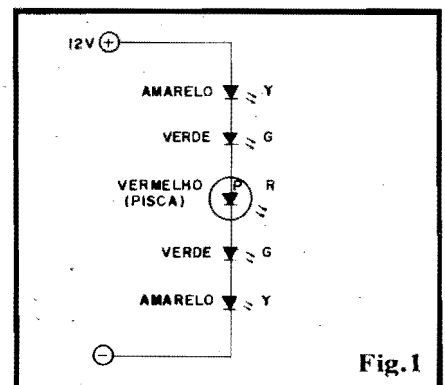
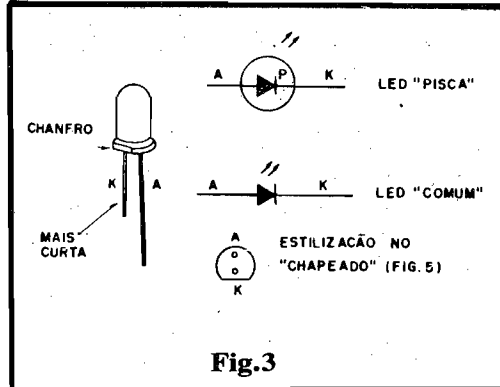

Fig. 1
Fig. 3
- FIG. 1 - O DIAGRAMA ESQUEMÁTICO DO CIRCUITO - Pouca coisa mais do que... NADA! É isso mesmo...! Conforme o Leitor Hobbyista vê da fig. 1, "aparentemente" o circuito do BARRA-PISCA tem apenas os LEDs, em número de 5, "enfileirados" numa ligação convencional "em série"... Nenhum resistor, nenhum capacitor, nenhum transistor ou Integrado! Os que já lidaram com LEDs (e conhecem seus parâmetros e características) não terão muita dificuldade em perceber a razão do "acendimento" dos ditos Diodos Emissores de Luz, dispostos na forma mostrada... Entretanto, qual o motivo da "piscagem"...? Para entender o que acontece, vamos inicialmente referenciar bem os componentes mostrados no esquema: os dois LEDs "de cima", e os dois "de baixo", na "pilha", são comuns... As letras Y-G-R codificam (das iniciais em inglês...) os componentes pelas suas cores, respectivamente Amarelo (yellow), Verde (green) e Vermelho (Red). O LED "do meio", contudo, é um componente um pouco diferente (o que dá prá notar do seu próprio símbolo, circundado por uma linha, e contendo internamente a letra "P", de "pisca"...). Vejamos os detalhes, a seguir...
"chave eletrônica" e o Oscilador de comando no mesmo encapsulamento onde, tradicionalmente, "cabia" um LED comum! Dessa maneira, "por fora", o componente nada difere dos seus companheiros "que não piscam"! Voltando agora, à fig. 1, vemos que todos os 5 LEDs (um "pisca" e quatro "comuns"...) encontram-se "enfilerados" ou "empilhados"... Dessa maneira, a "chave eletrônica" interna do LED "pisca" (o do centro, na "fila") pode comandar, simultaneamente, todo o conjunto, simplesmente permitindo e inibindo, periodicamente, a passagem geral da Corrente responsável pelo "acendimento" dos LEDs... A ausência de qualquer resistor limitador se explica também facilmente: cada um dos LEDs "comuns" determina uma queda de potencial (ou de "voltagem") em torno de 1,8 a 2,0 volts; já o LED "pisca" (pela presença da circuitagem interna de comando...) estabelece um diferencial de Tensão em torno de 4,5V... A totalização das "necessidades de Voltagem" da "fila", portanto, resulta em valor muito próximo dos 12V indicados, com o que simplesmente **nenhum** valor resistivo precisa ser adicionado à "fila"! Em outras palavras: o LED "pisca" mais os 4 LEDs "comuns", precisam quase que exatamente de 12V para que neles se estabeleça a Corrente capaz de fazê-los "acender" (sem exageros que possam "queimá-los"...)! Agora, é bom não esquecer do seguinte: essa é uma condição confortável e econômica, mas
FIG. 3 - IDENTIFICANDO TERMINAIS DO LED "PISCA" E DO LED "COMUM" - Uma das razões de recomendarmos o uso de LED "pisca" **vermelho**, e de LEDs "comuns" **verdes e amarelos**, é justamente para prevenir confusões ou "trocas" inadvertidas durante a montagem! Como (salvo as cores, no caso...) as aparências são absolutamente idênticas, essa é uma providência óbvia para evitar "embananamentos"... A figura mostra a aparência geral dos LEDs (todos eles...), enfatizando que o terminal de **cátodo** (K) é sempre o mais curto, e/ou o que sai da peça junto a um pequeno chanfro lateral... A outra "perna", obviamente, é o **ânodo** (A). Observem, no diagrama, a diferenciação adotada para os símbolos do LED "pisca" e dos LEDs "comuns" (comparem com o "esquema" - fig. 1). No "chapeado" da montagem do BARRA-PISCA, os LEDs serão todos representados pela estilização indicada também na figura, onde o lado "chanfrado" é nitidamente indicado, de modo a - mais uma vez - prevenir inversões quando da inserção e soldagem...
TAGEM - A plaquetinha, agora, é vista pelo seu lado **não cobreado**, já com os 5 LEDs colocados. Atenção a dois pontos fundamentais: a posição dos chanfros (rever fig. 3, se ocorrerem dúvidas...) e as **cores** dos LEDs, com os **amarelos** (Y) nos extremos, os **verdes** (G) na **segunda e penúltima** posições e o **vermelho**, pisca (P-R) no centro. Notem as duas ilhas (furações) extremas, marcadas com (+) e (-), destinadas respectivamente às conexões de alimentação **positiva e negativa** (dos necessários 12 VCC).